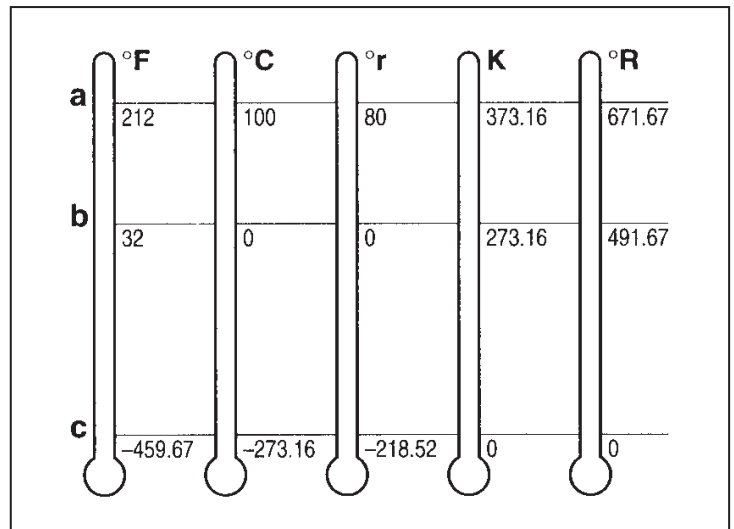

Fig. 11.13
Fig.11.13 compares a number of different temperature scales: Fahrenheit (°F), Celsius (°C), Réaumur (°r), Kelvin (K) and Rankine (°R).